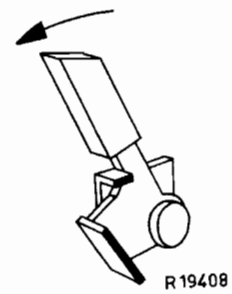

Fig.16
1. De beugel van de diametertaster (zie fig. 16) moet bij het naar binnen bewegen minstens 1 mm onder de beugel op de montageplaat blijven.